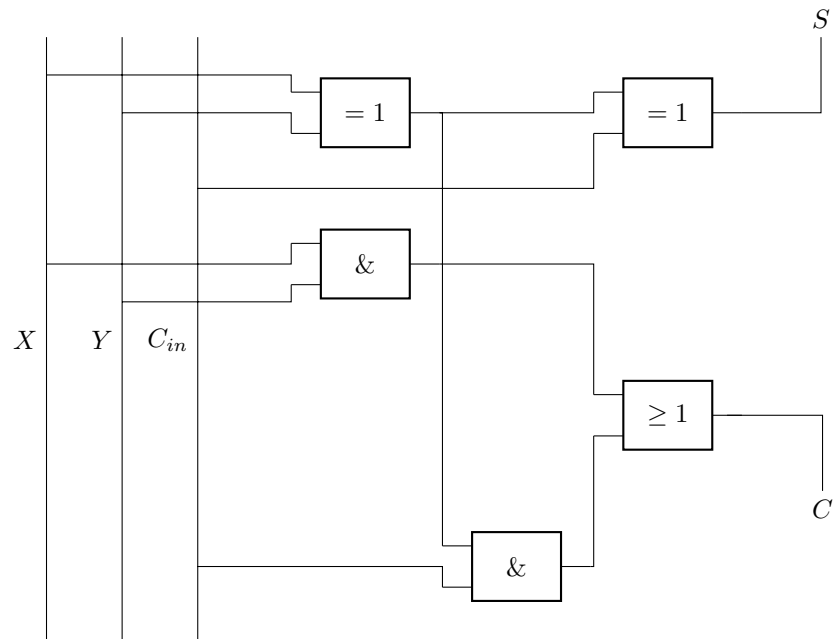

Abbildung 2.2: Komplizierter Volladdier
2. Erweitern Sie die Schaltung zu einem FA und skizzieren Sie sie in Abbildung 2.2